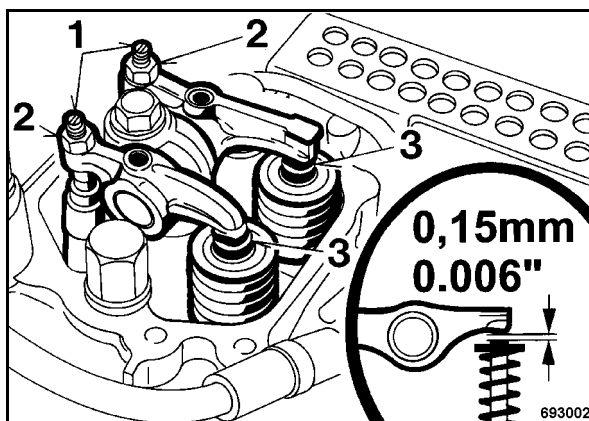

рис. 61
- Щупом для измерения зазоров проверить зазор в клапанах 0,1 мм на обоих клапанах (рис. 61); при необходимости, подрегулировать.